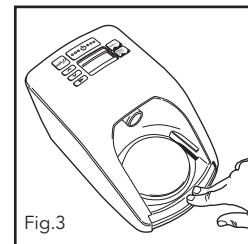
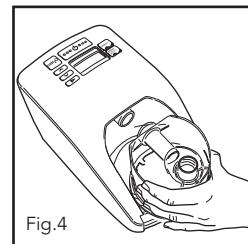

Fig.3
Fig.4
- d. Para adjuntar la cámara de agua al dispositivo, presione hacia abajo el protector de dedos, y alinee el orificio posterior de la cámara con el orificio de salida CPAP y deslice la cámara en posición (Fig.3, Fig.4).